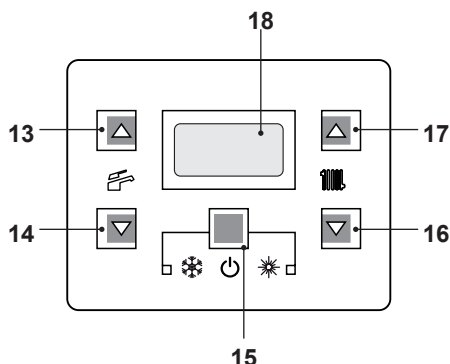

Figura 6.6
- Tenere premuto per 2 secondi il tasto 15 fino a far apparire sul display entrambe i simboli  e  Figura 6.6.
- Spegner la caldaia tenendo premuto per 2 secondi il tasto 15 (Figura 6.6) fino a far apparire sul display LCD il simbolo   (Figura 6.5).